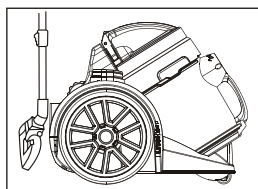

рис. 4
- Для включения пылесоса нажмите на кнопку (1).
- Во время работы можно регулировать мощность всасывания поворотом регулятора (5) или ручным регулятором (15) на ручке гибкого шланга (14).
- По окончании работы отключите пылесос, нажав на кнопку (1) и извлеките вилку сетевого шнура из розетки.
- Для сматывания сетевого шнура нажмите на кнопку (6), придерживайте рукой сматывающийся шнур во избежание его захлестывания и повреждения.
- В перерывах во время работы используйте место «парковки» щетки (2) (рис. 4).
- Для переноски пылесоса после работы используйте ручку (8).